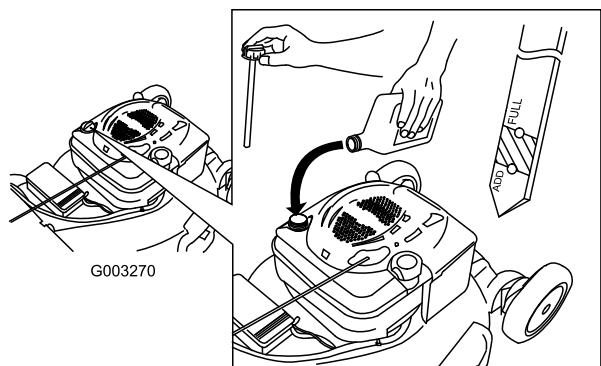

Figura 10
2. Togliete l'asta di livello (Figura 10).
5. Rimuovete l'asta di livello e controllate il livello dell'olio; fate riferimento a Figura 10.